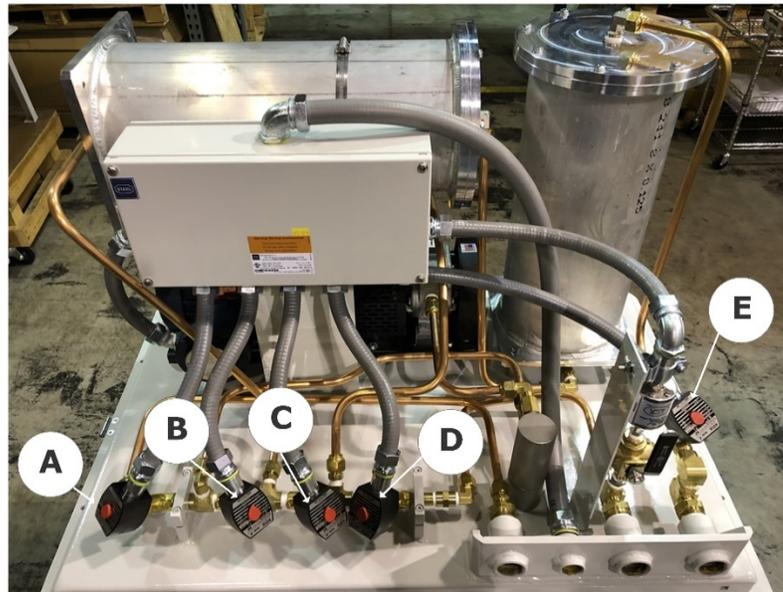

Figura 9-25: Válvulas del colector
1. Retire los solenoides A, B, C y D en el colector de las cuatro válvulas de control que se ubican en este. No retire el solenoide E. **Vea la figura 9-25.**